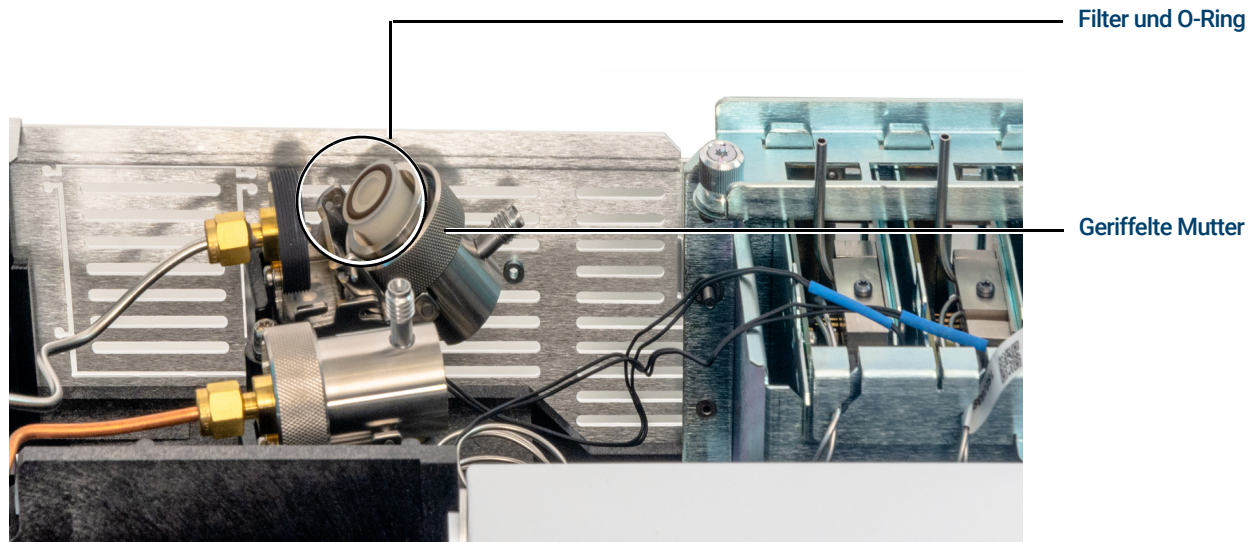

Abbildung 31. Schieben Sie die Ventileinheit, um den Filter freizulegen
- 5 Schieben Sie die Ventileinheit von der geführten Befestigungskomponente zurück und kippen Sie sie nach oben, um den Filter wie in **Abbildung 31** dargestellt freizulegen.